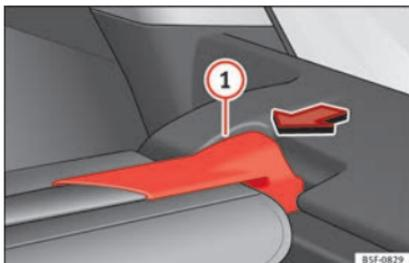

Fig. 162 Dans le coffre à bagages : démonter la plage arrière.
- Appuyez sur le support de la plage arrière » **fig. 162** ① dans le sens de la flèche.
- Insérez le support de la plage arrière » **fig. 162** ① dans le logement droit.
- Vérifiez si le support » **fig. 162** ① est correctement enclenché.